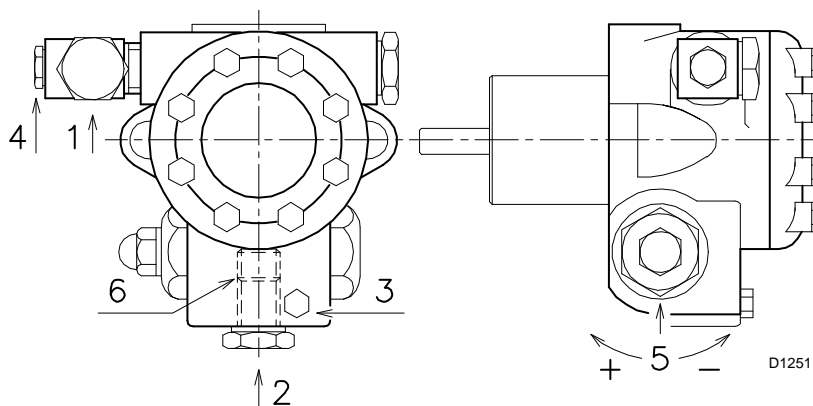

图 19
- 启动时，松开油泵上的螺栓 3) (图 19)，排出进油管路中的空气。